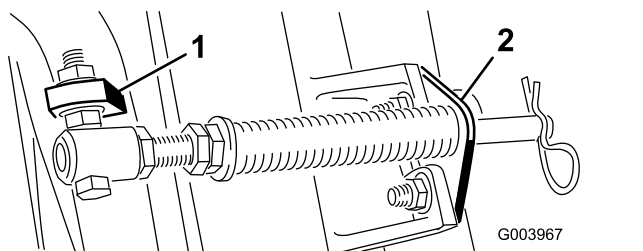

図 6
- C. スプリングチューブのボルトを、反対側のキャリアフレームのタブに取り付け、フランジナットで固定する。図 6 に示すように、ボルトの頭部がタブの外側を向くように取り付けること。
- D. カuttingユニットのタブにロッドブラケットを取り付け、キャリッジボルトとナットで固定する 図 6。